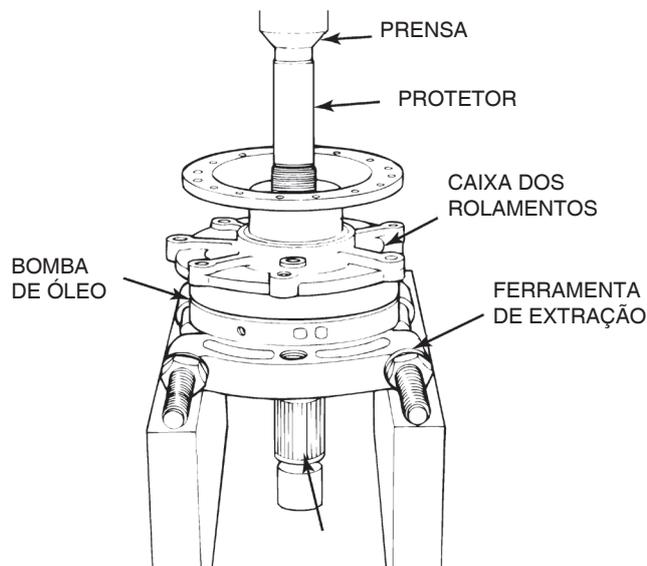

Figura 3.34
B. Coloque o conjunto em uma prensa de forma que a ferramenta de extração fique apoiada em suportes. Figura 3.34.
C. Coloque um protetor no topo do eixo de entrada no lado roscado. Remova o eixo de entrada do conjunto. Remova a ferramenta de extração. Figura 3.34.